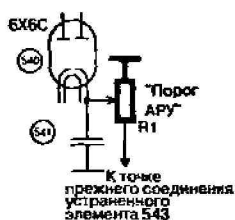

Рис. 2.13. Схема доработки системы АРУ
3. Для улучшения работы системы АРУ вводится регулировка порога срабатывания в соответствии с рис. 2.13. Регулировочный резистор R1 устанавливают на передней панели вместо ВЧ разъема «АРУ». Номинал этого резистора не критичен и определяется только допустимой рассеиваемой мощностью (приложенное напряжение равно 160 В). Он может находиться в пределах 100...910 кОм при номинальной рассеиваемой мощности 0,5 Вт.